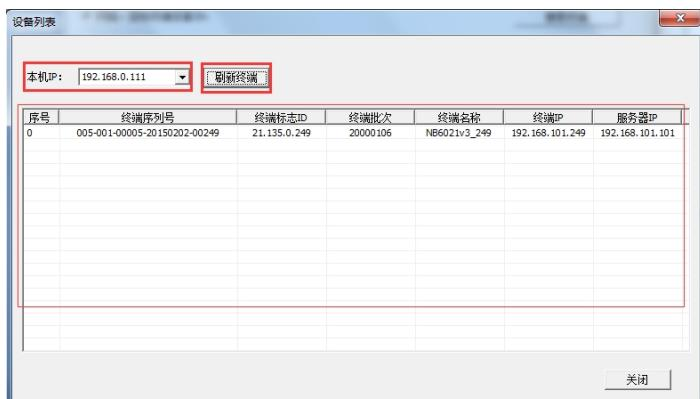

图3.5 设备列表
4) 在“设备列表”界面，选择与终端处于同一局域网的本机IP地址，点击“刷新终端”，搜索网络中的终端（如图3.5所示，搜索到的终端将在设备列表中显示）。